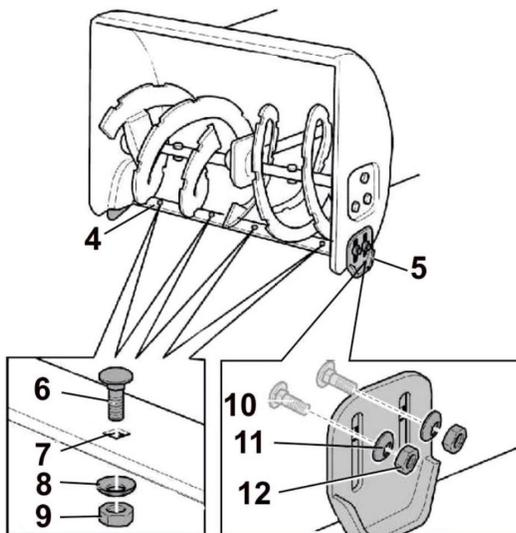

Рис. 9
7.2. Регулировка ограничительных башмаков (Рис. 9)